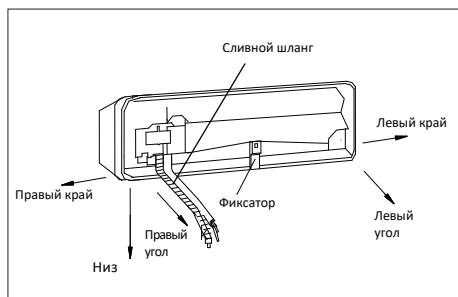

Рис. 6
Вывести монтажные трубы из внутреннего блока можно с разных сторон, как показано на рис. 6. Выберите наиболее подходящую Вам сторону.
- Расположите соединительные трубы, кабель, дренажный шланг, как показано на рис. 6, а затем подсоедините дренажный шланг к сливному отверстию. Дренажный шланг расположите под наклоном (вниз). Скрепите соединительные трубы, кабели и дренажный шланг вместе виниловой лентой (рис. 5). Обеспечьте достаточное пространство между дренажной трубой и землей. Не ставьте дренажную трубу в воду или канаву.